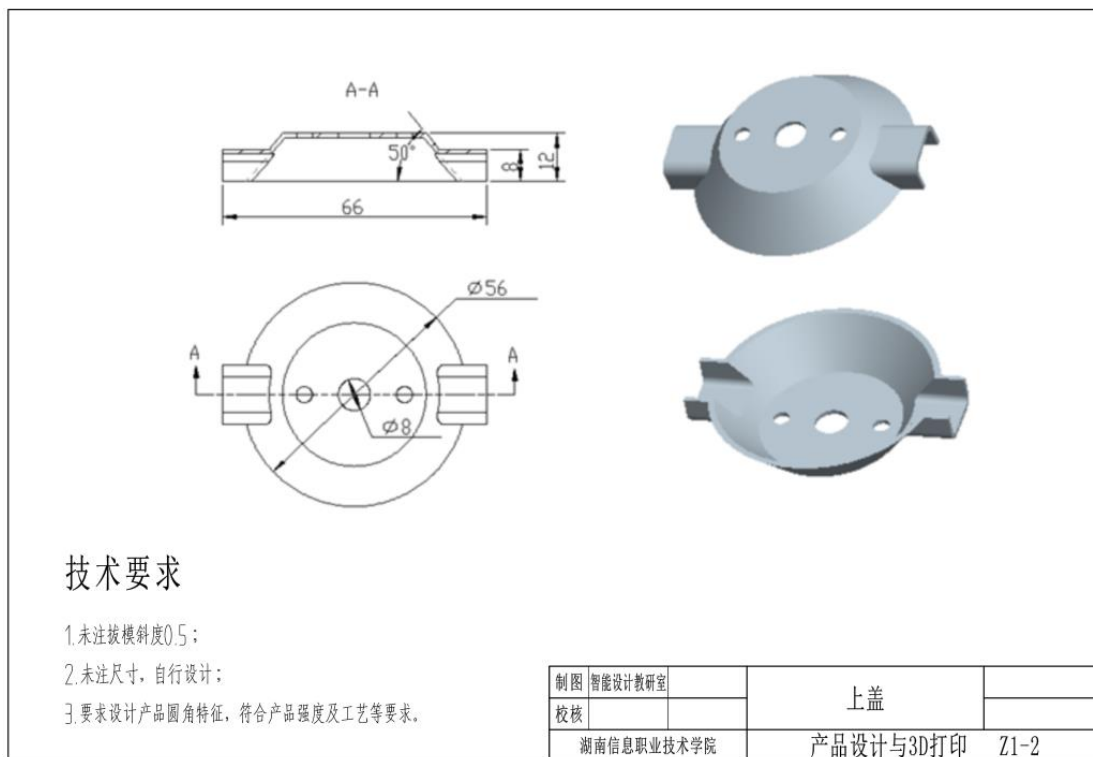

图 3-1-2 上盖零件图 II
按照图 3-1-2 的要求，对上盖零件 II 进行产品造型、结构与 3D 打印。
- 2) 根据图 3-1-2 对产品进行造型。设计产品圆角特征，符合产品强度及工艺等要求。